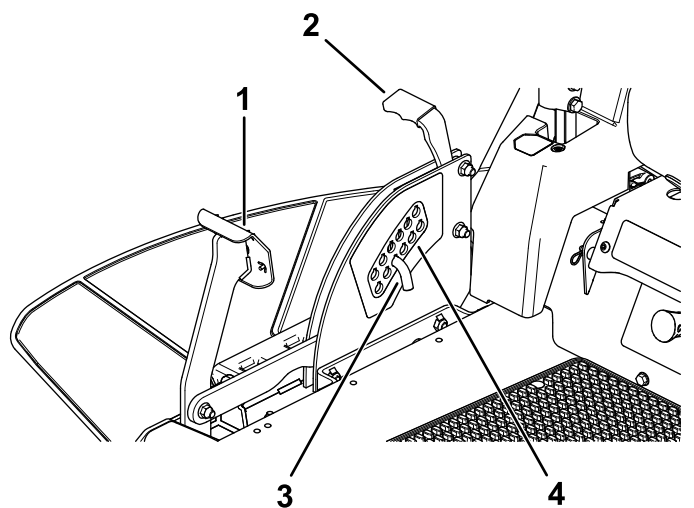

Figura 26
1. Pise el pedal de elevación de la carcasa y eleve la carcasa a la posición de bloqueo de transporte (que es también la posición de altura de corte de 114 mm) (Figura 26).
2. Para ajustar la altura de corte, retire el pasador del soporte de altura de corte (Figura 26).
3. Seleccione el taladro del sistema de altura de corte que corresponde a la altura de corte deseada, e inserte el pasador (Figura 26).